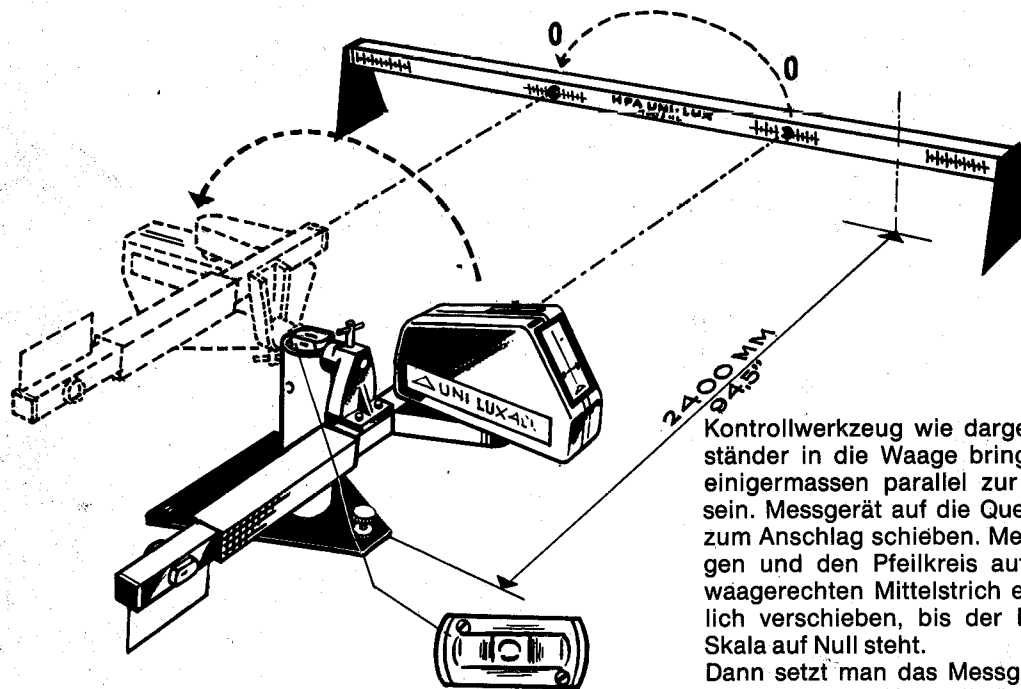

Abb. 38
5. Messgerät auf der anderen Seite des Ständers befestigen (vergl. Abb. 38). Der Lichtpfeil muss jetzt wieder auf Null stehen, sonst nochmals justieren. Das zweite Messgerät wird wieder genauso nachkontrolliert.
5. Messgerät auf der anderen Seite des Ständers befestigen (vergl. Abb. 38). Der Lichtpfeil muss jetzt wieder auf Null stehen, sonst nochmals justieren. Das zweite Messgerät wird genauso nachkontrolliert.